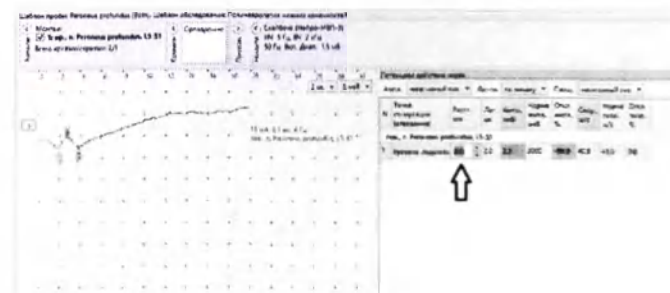

Рис. 113. Коррекция расстояния
12. Проведите коррекцию расстояния (рис. 113).